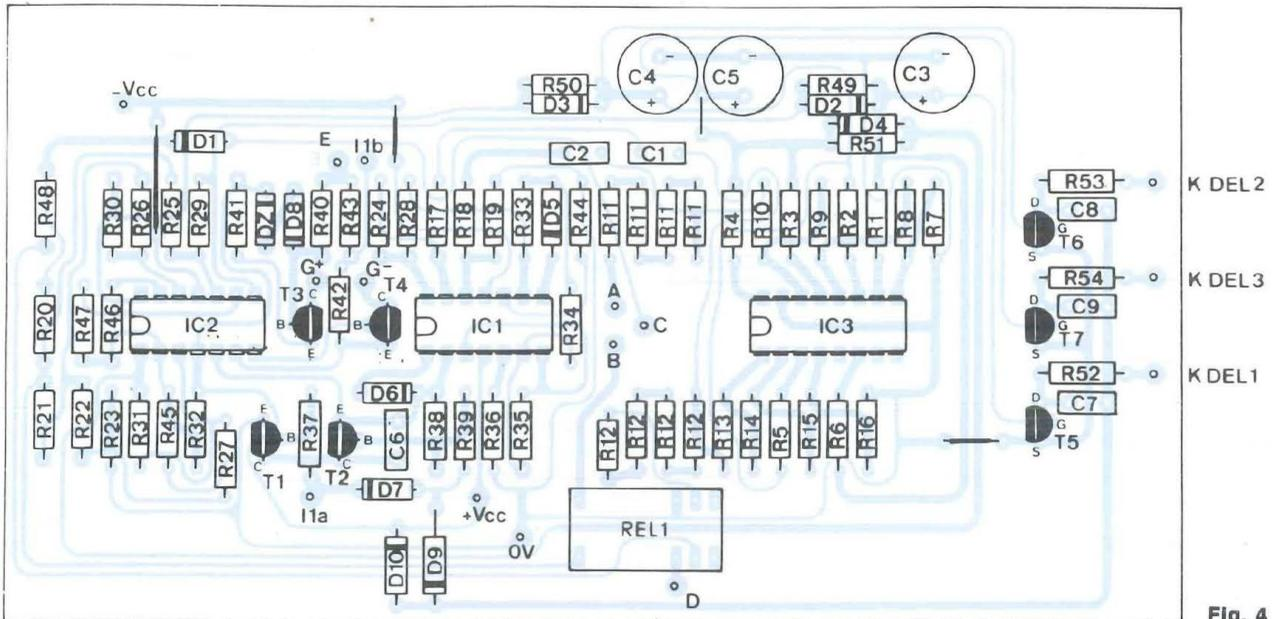
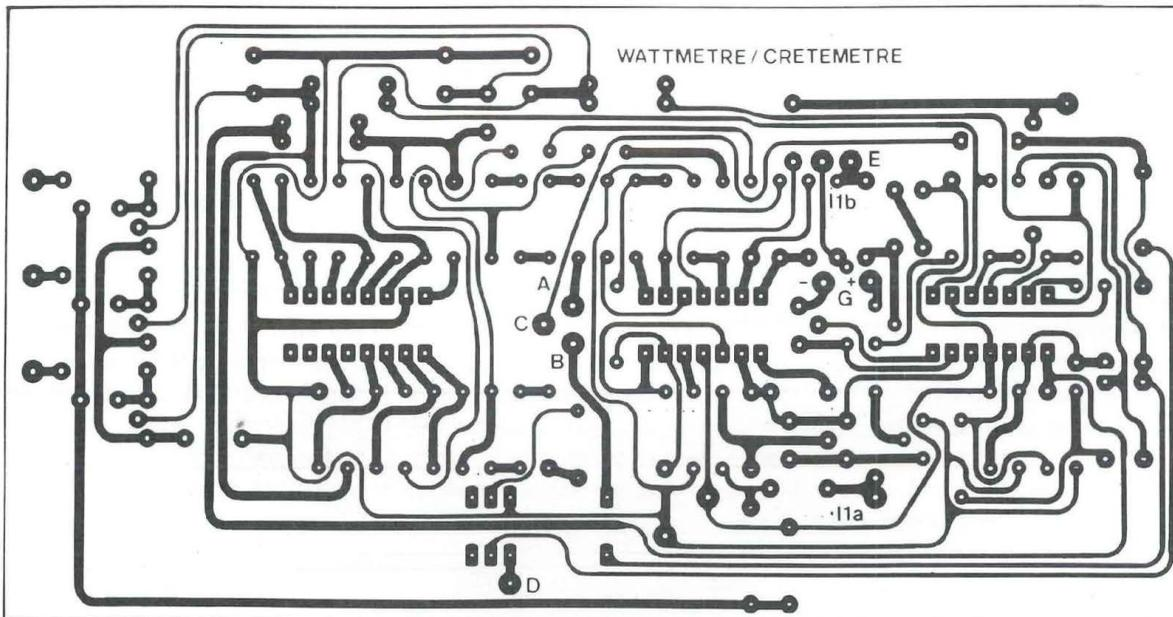

Fig. 4
Fig. 3
De type simple face, ce dernier publié à l'échelle 1 fait l'objet de la figure 3 afin que son «clonage» soit possible. Mis à part les pastilles qui reçoivent les picots ronds à souder et qui doivent être percées à 1,25 mm, le reste se fera au foret de 0,8 mm, le 3 mm étant réservé aux trous de fixation. Pour le câblage, on commence par souder les plus petits éléments telles les diodes 1N4148, la zener de 2V1. On continue ensuite avec les éléments résistifs, les circuits intégrés, les condensateurs non polarisés, les transistors, le relais, et enfin les trois capacités chimiques de 330 µF / 16 V. Bien entendu, il est nécessaire de se reporter au plan de câblage, donné à la figure 4, ainsi qu'à la nomenclature des composants. Une fois ce travail terminé, nous pouvons passer aux raccordements électriques du circuit avec le reste du MONSTRE.
Pour l'alimentation, on se sert de celle précédemment réalisée pour le circuit multi-protections (voir Led n°141, page 26, figure n°20). Pour le câblage aux sorties HP, on procède comme suit : le point repéré (A) sur la figure 4 doit être relié à